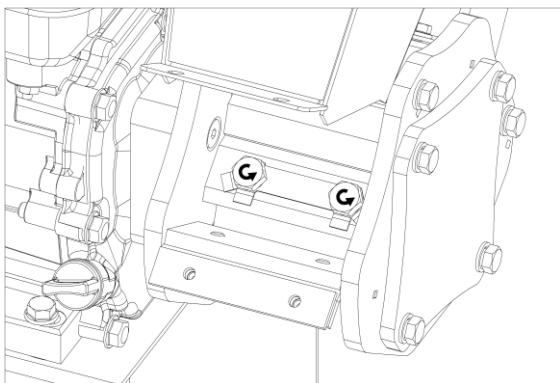

Рисунок 9
6. Открутите по очереди два болта крепления первого ножа против часовой стрелки (Рис. 9).